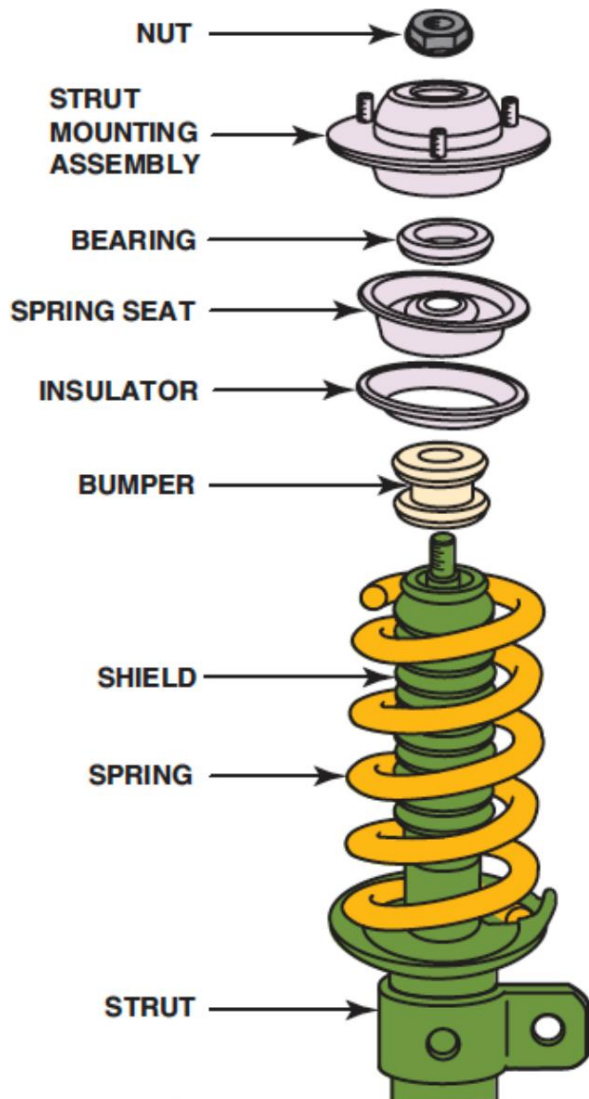

Figura 23. Componentes del puntal MacPherson.
5. Después de retirar la tuerca de la varilla del puntal, retire el conjunto del cojinete superior del puntal y el resorte. Figura 23.